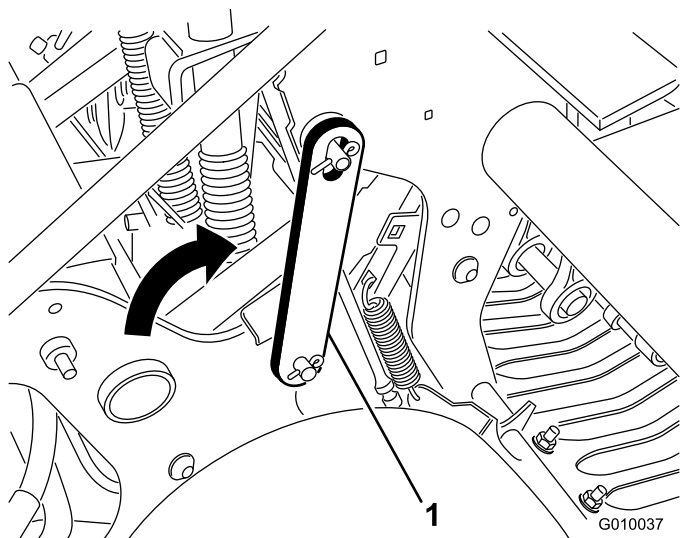

Figura 19
4. Gire el fiador de mantenimiento hacia atrás y sitúelo sobre el perno del cabezal de perforación (Figura 19). Sujete el cerrojo con el anillo de retención.